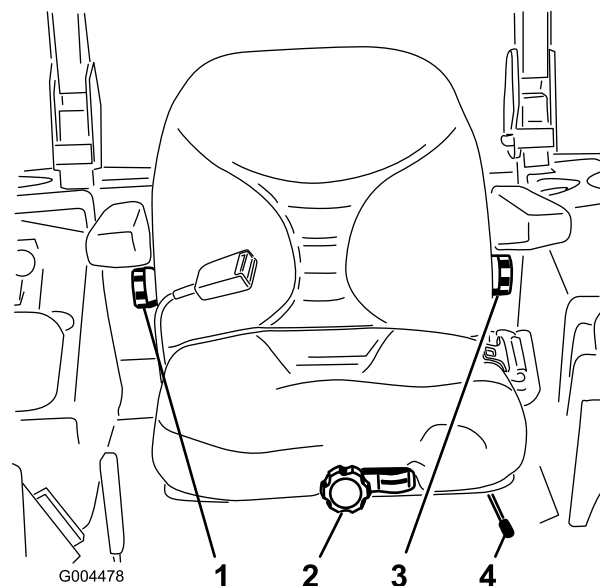

Figure 14
1. Poussez le levier de réglage de côté pour débloquer et régler le siège (Figure 14).
Sans vous asseoir sur le siège, tournez le bouton avant dans un sens ou dans l'autre pour obtenir la position la plus confortable (Figure 14).
Pour ce faire, tournez le bouton situé sous l'accoudoir droit dans un sens ou dans l'autre pour obtenir la position la plus confortable (Figure 14).
Pour ce faire, tournez le bouton situé sous l'accoudoir gauche dans un sens ou dans l'autre pour obtenir la position la plus confortable (Figure 14).